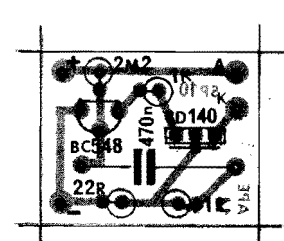
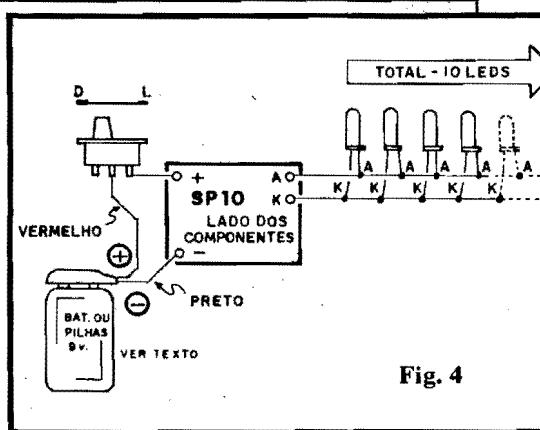

Fig. 3
Fig. 4
- FIG. 3 - Diagrama da montagem (placa vista pelo lado não sobreado, já com todas as peças colocadas). Observar, principalmente, o posicionamento dos dois transistores, sendo o BC548 referenciado pelo seu lado "chato", e
FIG. 4 - Diagrama de conexões externas à placa (esta ainda vista pelo lado dos componentes, como na fig. 3). Notar especificamente a polaridade da alimentação, sempre com o fio **vermelho** para o **positivo** e **preto** para o **negativo**. Observar também como são ligados os LEDs, todos em **paralelo**. **ATENÇÃO** para a correta identificação dos terminais A (anodo) e K (catodo) dos LEDs... Uma consulta ao TABELÃO APE ajudará aos hobbystas mais "verdes", se surgirem dúvidas... Os LEDs não precisam, obrigatoriamente, ficar próximo à plaquinha do SP10, podendo situar-se, na instalação desejada, a razoável distância, em conexão à placa através de um par de fios finos. Embora na figura os LEDs apareçam fisicamente dispostos em linha, nada impede que qualquer outra configuração final seja adotada pelo Leitor, eventualmente formando figuras, desenhos ou padrões com os LEDs.